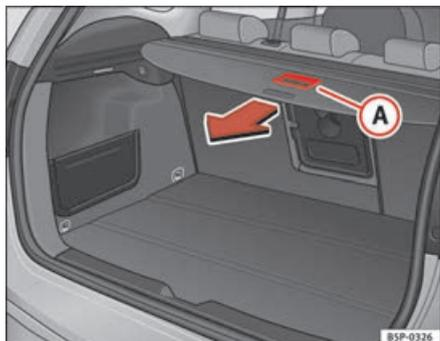

Fig. 124 Fonctionnement plage arrière de rangement
- Tirez sur la plage arrière au moyen du levier **A** jusqu'à ce qu'un « clic » se fasse entendre ⇒ fig. 124.